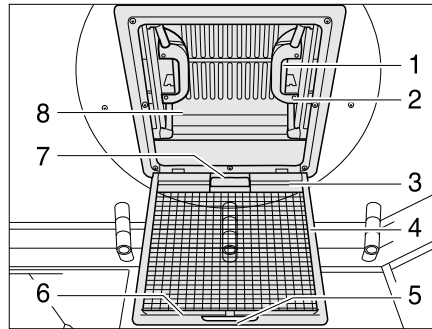

Bild 90 Taklucka med snäpplås
- Drag i handtaget (Bild 90,5).
- Fäll ned insektsskyddet (Bild 90,4).
- Tryck snäpplåset (Bild 90,1) mot takluckans insida (Bild 90,8). Tryck samtidigt takluckan uppåt med handtaget (Bild 90,2).
- Fäll upp insektsskyddet (Bild 90,4) så att det hakar i.
- Drag kraftigt ner takluckan (Bild 90,8) med hjälp av båda handtagen (Bild 90,2) så långt, att snäpplåsen (Bild 90,1) går i lås.
- Drag mörklägningsrullgardinen (Bild 90,1) i handtaget (Bild 90,7) och haka i kroken (Bild 90,3) i listen på insektsskyddet.
- Lossa handtaget (Bild 90,3) från fästlisten (Bild 90,6) och för långsamt tillbaka mörklägningsrullgardinen.